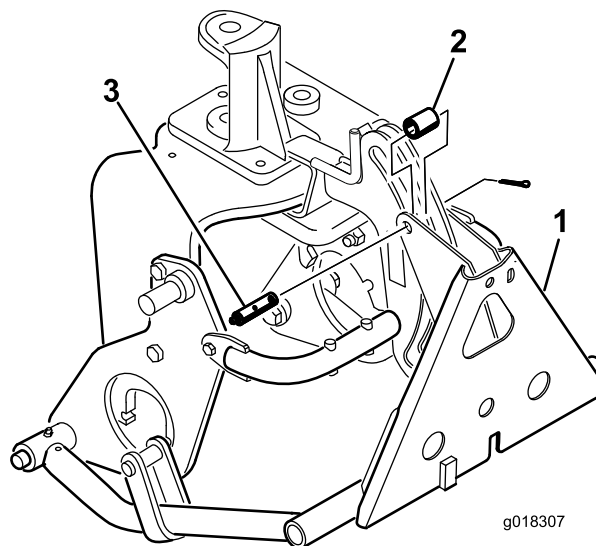

Figura 10
- Fixe o adaptador do chassi à estrutura do engate com um tubo, pino de segurança e contrapino (Figura 10).